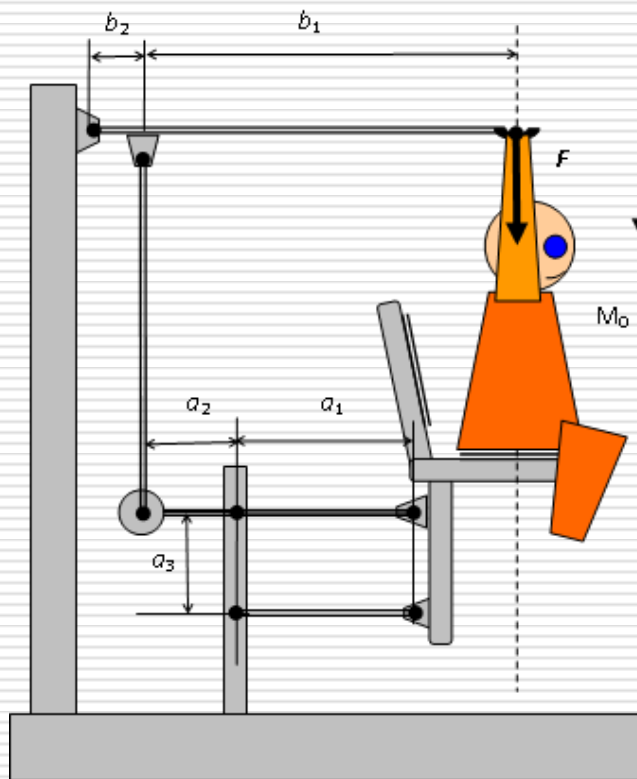

Рис.1
- Подцепите «безмен» к верхнему рычагу. С помощью «безмена» измерьте силу  $F$ , необходимую для того, чтобы, сидя в кресле, приподнять себя и удерживать верхний рычаг в горизонтальном положении (рис. 1). Выясните, зависит значение силы  $F$  от вашего положения на кресле. При измерениях на касайтесь ногами земли.